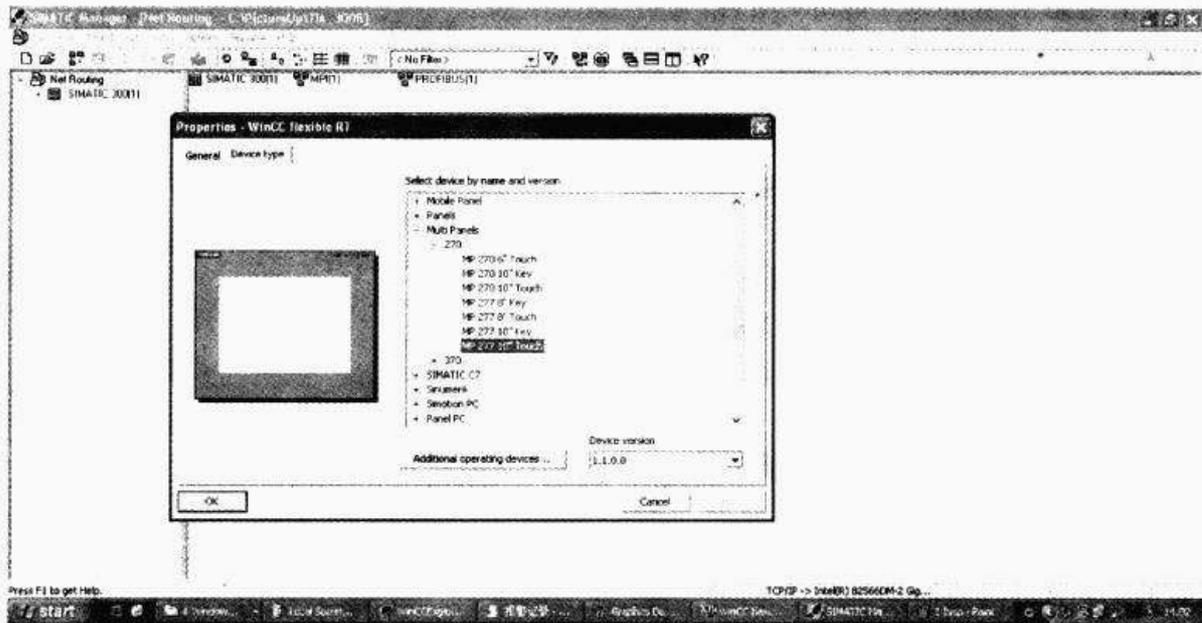

图 14-4 在 STEP 7 中插入 HMI 站点—选择 HMI 设备
③ 在“设备类型”列表上,选择需要的操作员设备,如图 14-4 所示。